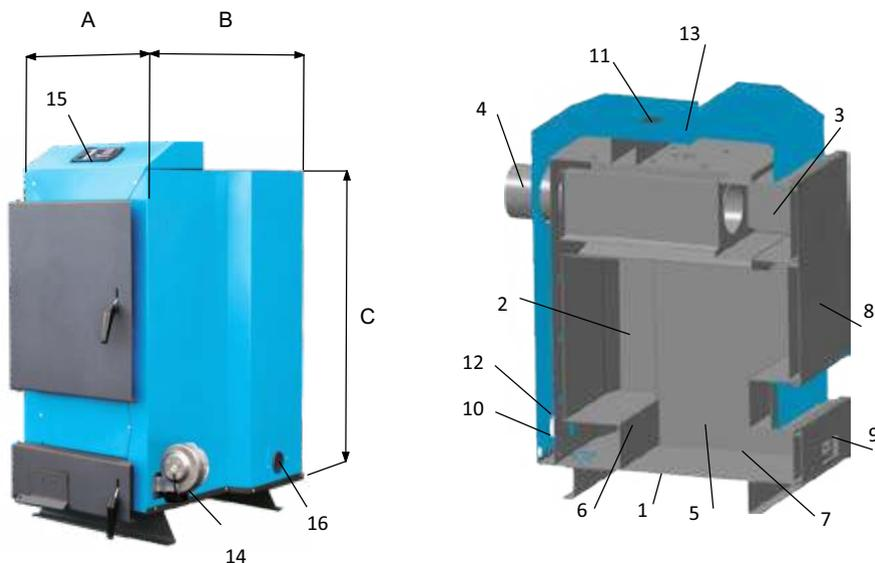

Рис. 1 Котёл «AMTEO»серия А+
4.1. Котёл (рисунок 1) состоит из: корпуса (1), топки (2), газохода (3), дымохода (4). В нижней части топки устанавливаются колосники (5) на опоры (6), зольник (7). К передней стенке корпуса котла на осях присоединяются загрузочная дверца (она же служит для обслуживания газохода) (8), дверца для обслуживания (9), патрубков обратного трубопровода (10), патрубков подающего трубопровода (11), патрубков для слива воды с котла (12), патрубков установки термодатчика (13), вентилятор (14), контроллер Tech 84 (15), отверстие для установки ТЭНа (16).